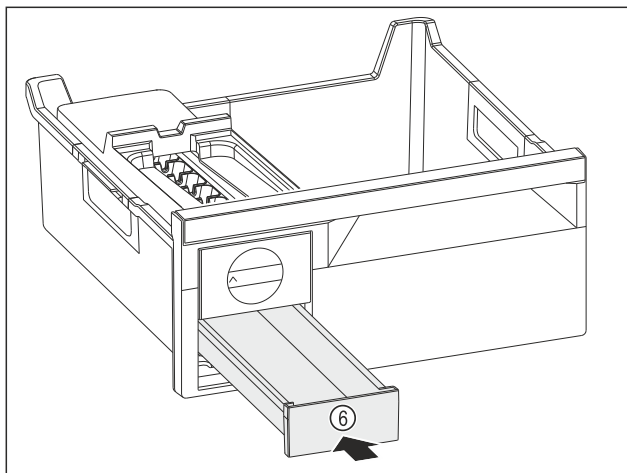

Fig. 96
- ▶ Spingere verso l'interno il cassetto del ghiaccio Fig. 96 (6).